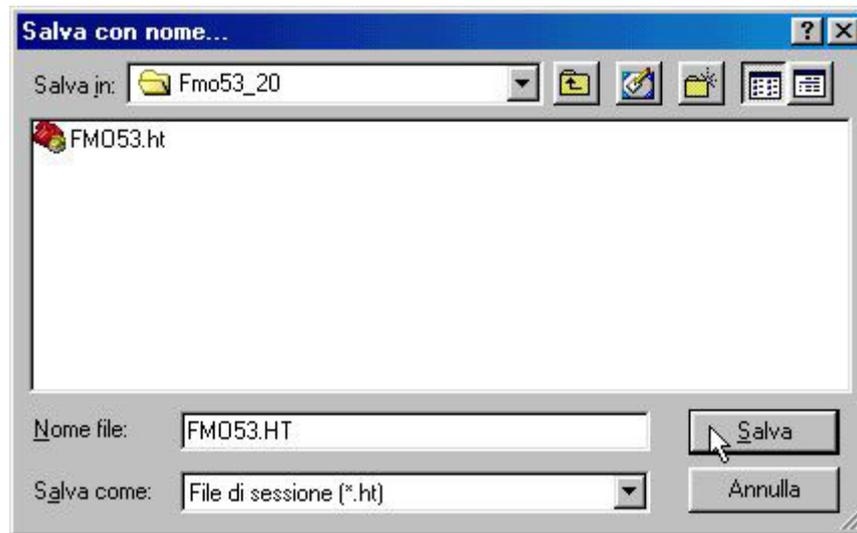

FIGURA 21: CONFIGURAZIONE COMUNICAZIONE CON HYPERTERMINAL (4 DI 4)
4) Salvare le configurazioni effettuate in un file in modo da poterle richiamare velocemente durante tutti i futuri usi dell'**FMO53** con **HYPERTERMINAL**, tramite l'opzione *File / Salva col nome....* Si consiglia ad esempio di chiamare *FMO53.HT* tale file di configurazione (come illustrato in figura 21), e di usarlo per ogni esecuzione, con un semplice doppio click sulla sua icona.